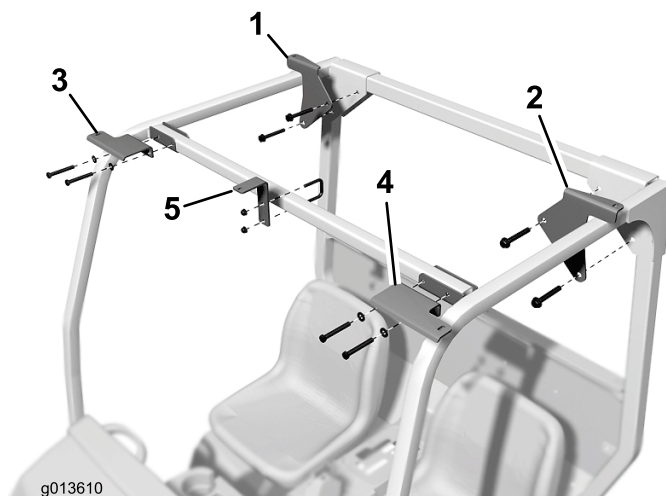

Figura 2
3. Con i bulloni e i dadi rimossi, montate, senza fissarla, la staffa posteriore destra del tettuccio sul montate destro del ROPS (Figura 2).
6. Montate, senza fissarla, la staffa anteriore destra del tettuccio sul montante destro del ROPS e sulla traversa con bulloni da 3/8 x 3-3/4 pollici e rondelle nuove, e con i dadi preesistenti (Figura 2).
8. Montate, senza fissarla, la staffa anteriore del tettuccio nel centro della traversa con il cavallotto e i dadi da 5/16 pollici (Figura 2).